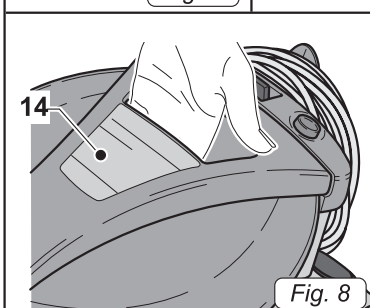

Fig. 8
- Per il suo sollevamento inserire le dita della mano nell'apposita maniglia (14 Fig. 8) ricavata sulla parte superiore del corpo.